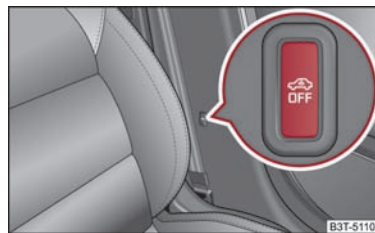

Abb. 39 Taste für Innenraumüberwachung und Abschleppschutzüberwachung
- Drücken Sie die Taste  an der Mittelsäule auf der Fahrerseite → Abb. 39, in der Taste ändert sich die Beleuchtung des Symbols  von rot auf orange.